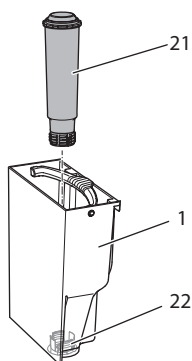

Fig. 15: Iskruning/udskrining af vandfilter Vandfilteret (21) skrues i eller ud af gevindet (22) på bunden af vandbeholderen (1).
- Fjern vandfilteret (se Fig. 15 på side 160).
9. Sæt et nyt filter ind i vandbeholderen (se *Fig. 15*).
3. Fjern vandfilteret (se *Fig. 15*).